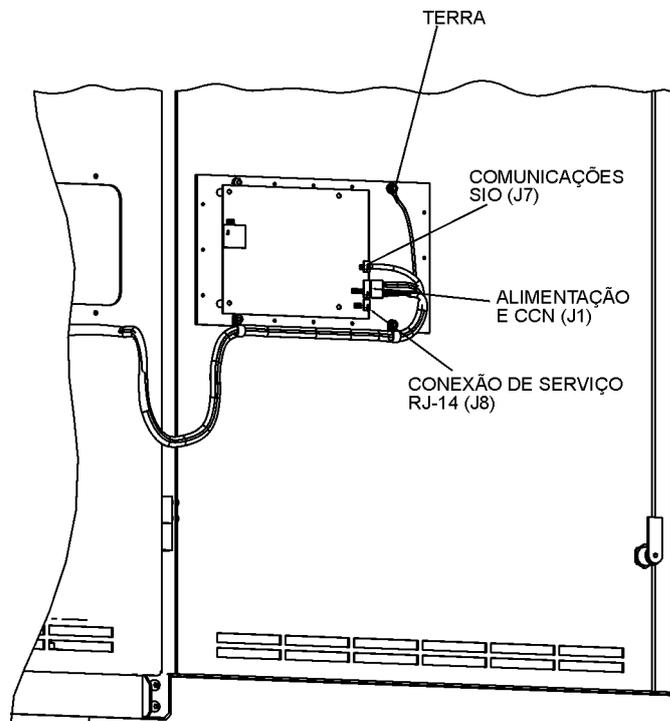

Fig. 49 – Parte de trás do ICVC
2. Se o LED verde estiver aceso continuamente, verifique os cabos das comunicações. Se o LED verde estiver desligado, verifique a operação do LED vermelho. Se o LED vermelho estiver normal, verifique as teclas de endereço SIO (Fig. 49 e 50). Confirme se todas as teclas de endereço SW1 SIO no CCM estão na posição OFF (desligado).